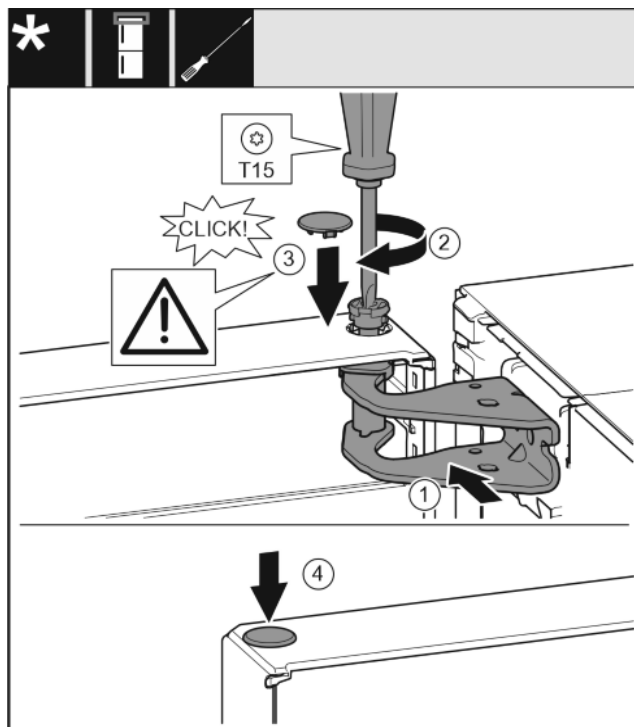

Fig. 17
- ▶ Poravnajte gornja vrata prema otvoru u podlošku ležaja. *Fig. 17 (1)*
- ▶ Umetnite svornjak i zavijte odvijačem T15. *Fig. 17 (2)*
- ▶ Montirajte sigurnosni pokrov radi osiguranja vrata: Umetnite sigurnosni pokrov i provjerite naliježe li na vrata. U protivnom u potpunosti umetnite svornjake. *Fig. 17 (3)*
- ▶ Umetnite čep. *Fig. 17 (4)*